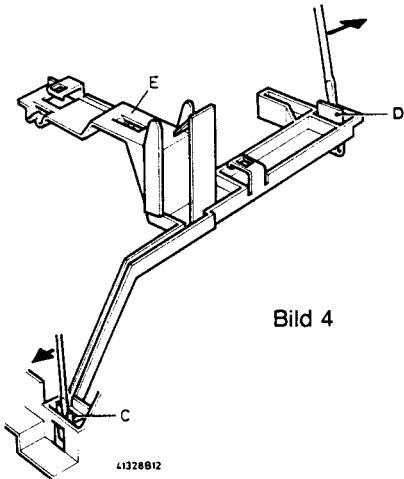

Bild 4
2. Beseitigung des MSD 'multi-standard-decoder' und des CCT 'Videotextdecoder' (siehe Bild 4).